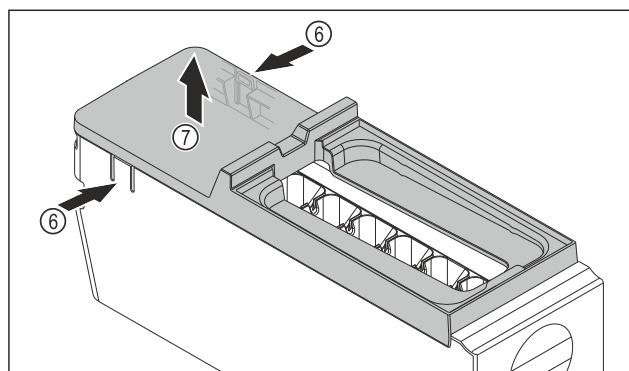

Fig. 131
- ▶ Udtagning af EasyTwist-Ice-legemets afdækning: Tryk på laskerne Fig. 131 (6) på begge sider af EasyTwist-Ice-legemet med den ene hånd.
- ▶ Tag afdækningen Fig. 131 (7) op og ud med den anden hånd.